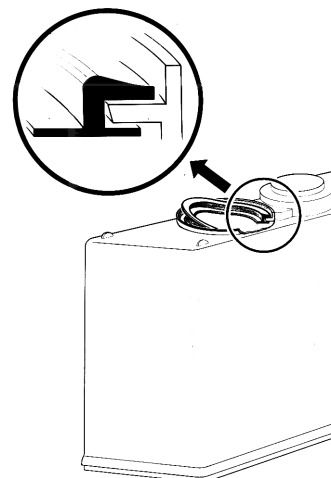

Bild 9
- 3 - Behälterdichtung in den Behälter einsetzen, dabei bleibt der dickere Teil der Dichtung außerhalb des Behälters (Bild 9).